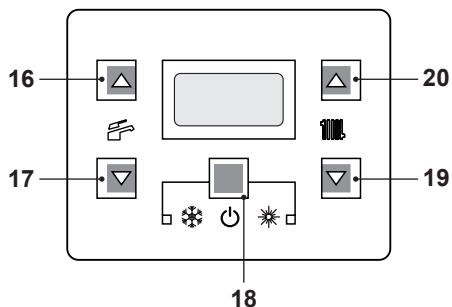
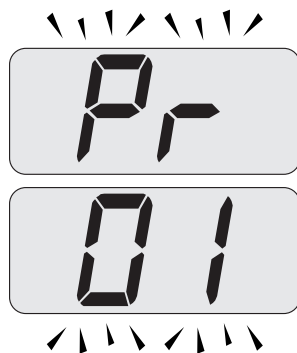

Figura 9.20
Figura 9.21
- Entrare in "modalità programmazione" premendo contemporaneamente per 10 secondi i tasti 18 - 19 - 20 (Figura 9.20) fino a far apparire sul display LCD le lettere **Pr** che si alternano con il codice **01**, indicanti l'entrata nel "parametro 01" (Figura 9.21).
- Premere contemporaneamente i tasti 19 e 20 (Figura 9.20) fino a far apparire sul display LCD le lettere **LP** che si alternano con il valore di temperatura dell'acqua di riscaldamento (es. **45**), indicanti l'entrata nell'attivazione della "funzione spazzacamino" alla potenza minima in sanitario (Figura 9.22).
- Premendo il tasto 20 (Figura 9.20) è possibile variare la potenza in modalità spazzacamino: con visualizzazione sul display LCD delle lettere **hP** che si alternano con il valore di temperatura dell'acqua di riscaldamento (es. **32**), siamo in "funzione spazzacamino" alla potenza minima in riscaldamento (Figura 9.23).
- Ripremendo contemporaneamente per 10 secondi i tasti 18 - 19 - 20 (Figura 9.20) si esce dalla "modalità spazzacamino" e si ritorna allo stato di caldaia precedentemente impostato (Figura 9.26).